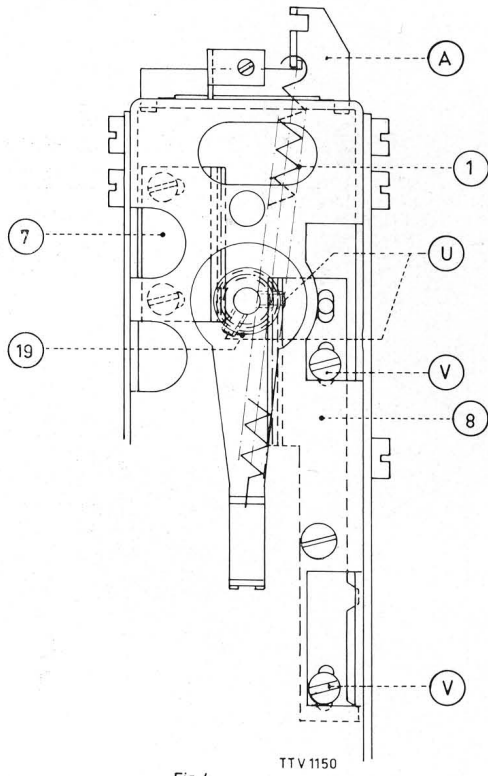

Fig. 4
- Draai de schroeven V, waarmee de tandheugel 8 is bevestigd, één slag los (fig. 4).
- Draai met een inbussleutel de boutjes U los van het rondsel 19 (fig. 4).
- Draai met een inbussleutel de boutjes U enkele slagen los (fig. 4).